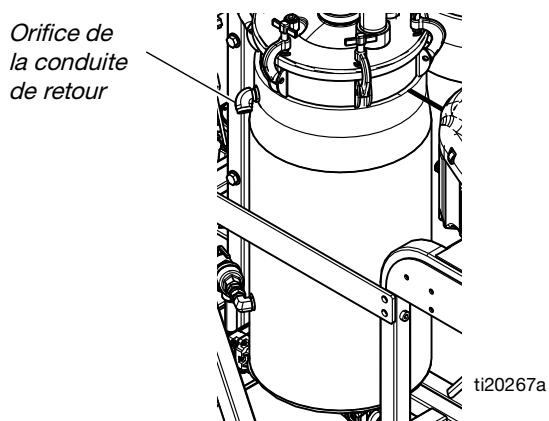

FIG. 30
7. Débrancher la conduite de retour de circulation de produit sur le côté de chaque réservoir, puis boucher l'orifice de chaque réservoir avec un capuchon. De cette façon, l'huile minérale sera poussée hors des conduites de produit. Introduire les conduites de retour dans des récipients à déchets. Voir la FIG. 30.